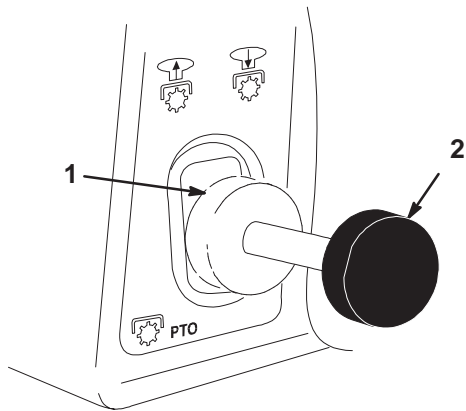

Abbildung 7
2. Das Mähwerk einkuppeln (Abb. 7).
2. Das Mähwerk auskuppeln (Abb. 7).